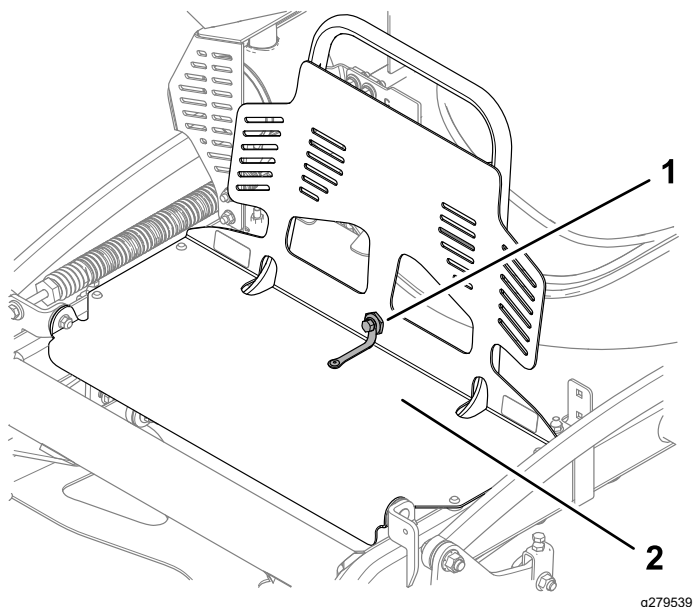

Figura 24
2. Prenda a proteção do motor na extensão da proteção utilizando o parafuso e porca com olhal como se mostra na Figura 24.